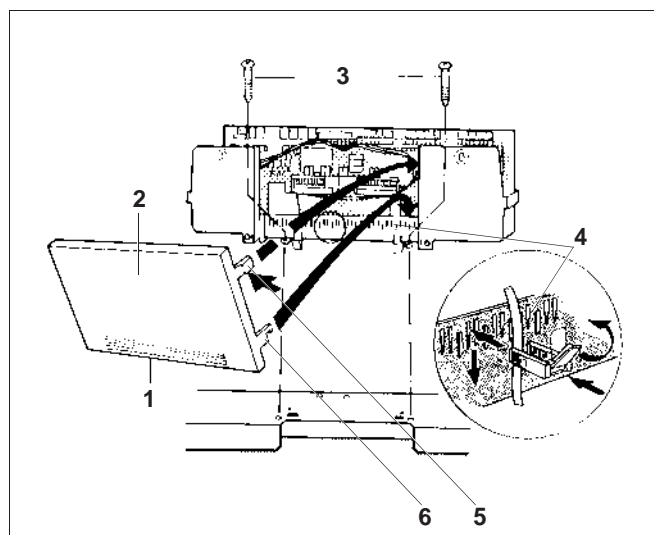

Рис. 15 Демонтаж задней стенки
- Закрепите систему управления на передней крышке котла сзади двумя винтами справа и слева в кабельном проходе (рис. 15, поз. 3).
При необходимости можно выломать или вырезать заглушку (рис. 15, поз. 1) на задней стенке (рис. 15, поз. 2).
Вставьте два нижних крюка (рис. 15, поз. 6) справа и слева на задней стенке (рис. 15, поз. 2) в шлицы верхней кромки рамки (рис. 15, поз. 4).
- Слегка нажмите на верхние эластичные крюки (рис. 15, поз. 5) внутрь (по стрелке) и приложите заднюю стенку (рис. 15, поз. 2) так, чтобы оба крюка защелкнулись.
Экспликация к рис. 15